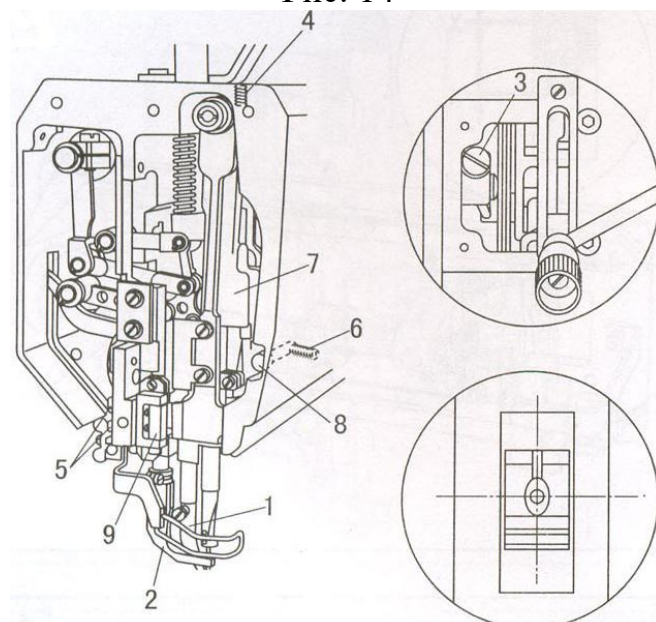

Рис. 15
15. Центрирование иглы в игольном отверстии (Рис. 15)